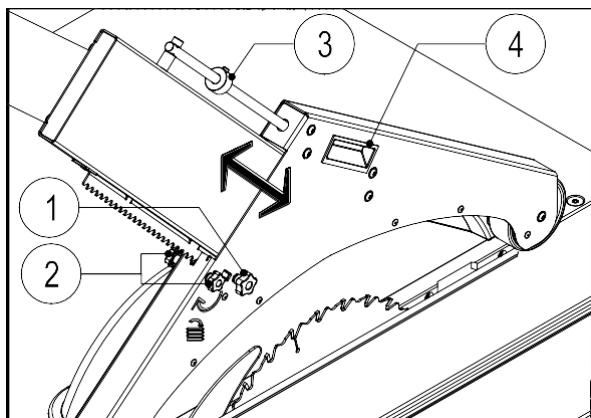

Рис.27
Регулировка высоты осуществляется путем ослабления ручки (рис. 27, 2). При обычном использовании потяните ручку (рис. 27,2) назад и опустите лезвие пилы на рабочий стол. Крышка пилы автоматически поднимается при подходе заготовок до определенной толщины. Для заготовок, где требуется большая высота реза: возьмите кожух пилы за рукоятку (4), потяните ручку (2) назад и установите лезвие пилы в нужное положение. Снова нажмите ручку 2 вперед, и кожух будет зафиксирован. Кожух пилы больше не может опускаться, но поднимется, если будет установлена более высокая заготовка. Для фиксации в обоих направлениях, ввинтите зажимную рукоятку (рис. 27,1). Для установки максимальной высоты среза установите кольцо (3) в нужное положение.